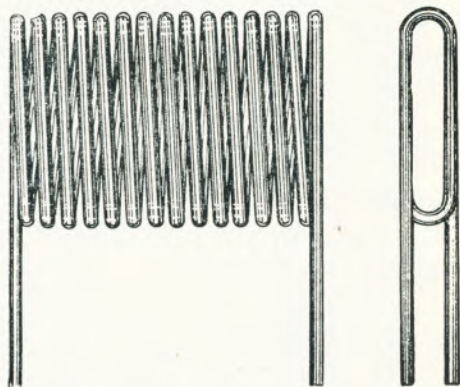

Рис. 8. Схема конструкции тела накала проекционной лампы с плоской спиралью
3) в 1945 году НИКФИ совместно с ламповым заводом разработал новый оригинальный тип проекционных ламп. В этих лампах тело накала представляет собой плоскую спираль, состоящую только из одной секции. Схема светящегося тела такой лампы показана на рис. 8.